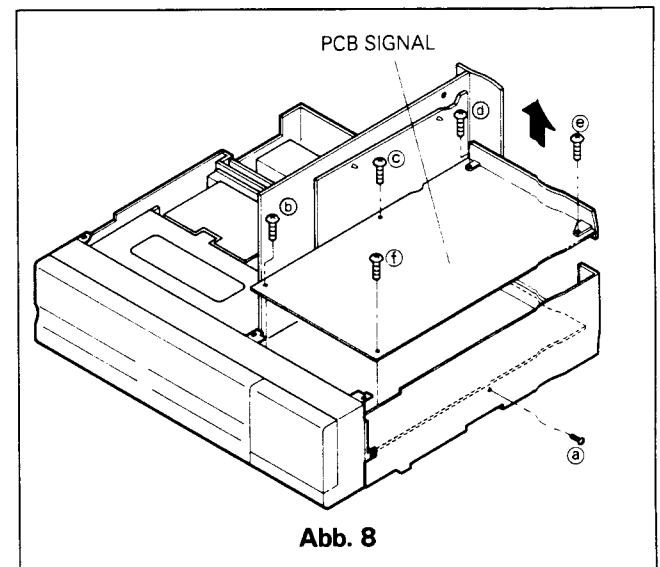

Abb. 8
- c. Entfernen Sie die fünf Schrauben (Ⓑ ~ Ⓙ) wie in Abb. 8.